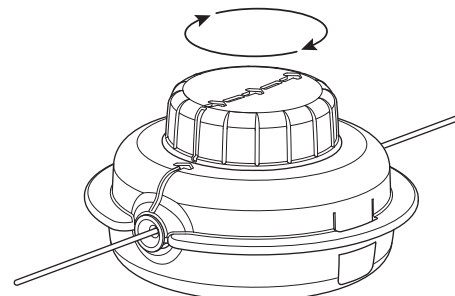

Fig. 16
5. Gire la perilla de impacto en el sentido de las agujas del reloj para enrollar el hilo hasta que sobresalgan aproximadamente 5 pulgadas (12.7 cm) por cada lado del cabezal de corte (Fig. 16). **NO** oprima la perilla de impacto mientras se enrolla el hilo.